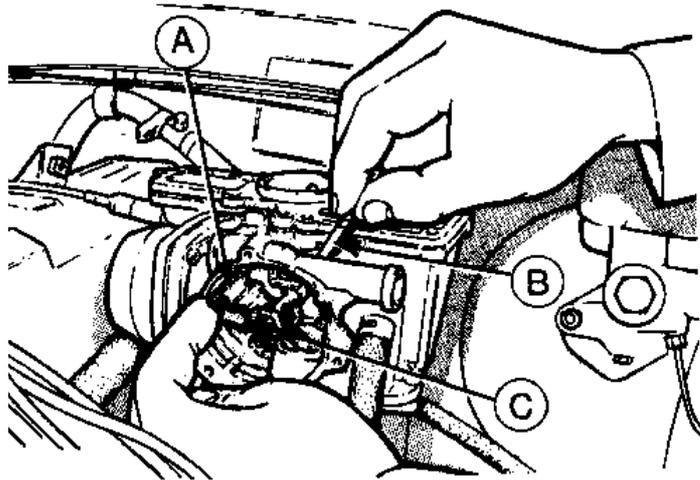

Рис.3.46. Рычажок привода автоматической воздушной заслонки (А), сверло (В) и гайка (С) (Разд.25)
64. Ослабьте гайку, крепящую тягу заслонки к оси (Рис.3.46).